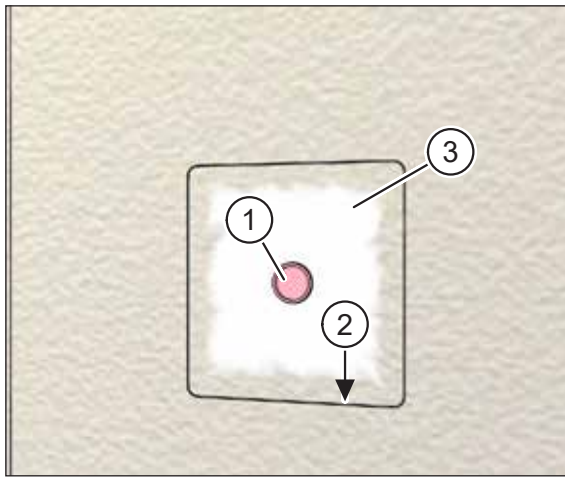

Abb. 26: Montageset innen verputzt
- ▶ Entfernen Sie den Signaldeckel (Pos. 1 in Abb. 26).
- ▶ Ritzen Sie mit einem Messer den Putz an der Innenseite des Putzrahmens (Pos. 2 in Abb. 26) ein.
- ▶ Entfernen Sie vorsichtig den Putzschutzdeckel (Pos. 3 in Abb. 26) und die dahinter liegende Kartoneinlage.